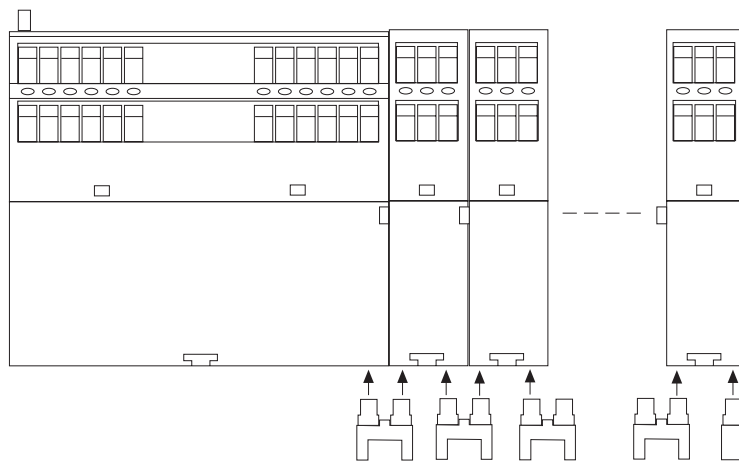

Fig. 3: PNOZ XM1 und PNOZ XE1 mit Steckbrücken verbinden, auf letztes PNOZ XE1 Abschlussstecker stecken/
- Verbinden Sie bis zu 9 Erweiterungsgeräte auf die gleiche Weise (Fig. 3).
- Stecken Sie auf den rechten Stecker des letzten PNOZ XE1 die Steckbrücke, die Sie vom PNOZ XM1 abgezogen haben (Fig. 3).
- Up to a maximum of 9 expander units can be connected in the same way (see Fig. 3).
- In the right hand socket of the last PNOZ XE1 plug in the terminator taken from the PNOZ XM1 (see Fig. 3).
- Raccordez de la même façon les autres PNOZ XE1 (voir fig. 3).
- Mettez en place la prise de terminaison sur le connecteur de droite du dernier PNOZ XE1 (voir fig. 3).